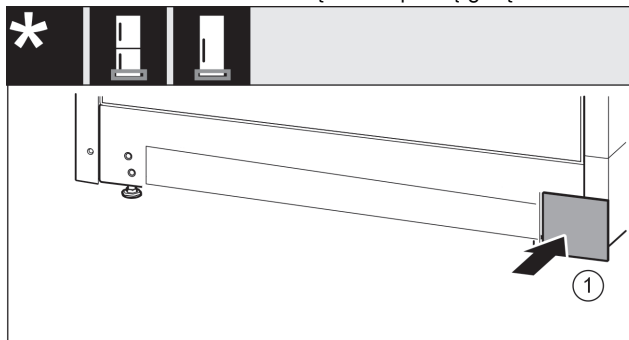

Fig. 37
- ▶ Vėl uždėkite uždangalą kitoje pusėje. Fig. 37 (1)